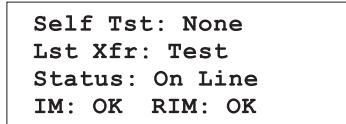

Рис. 5-21 Экран индикации различных состояний
- ❑ 7. Нажимайте клавишу “стрелка вниз” для прокрутки экрана различных состояний. Нижняя строка индицирует состояние главного логического модуля и резервного логического модуля. Пример такого экрана на рис. 5-21 показывает, что оба модуля установлены и функционируют нормально (OK). Если модуль не